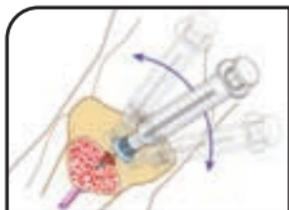

Figura 9
- 15. Rimuovere il catetere dal paziente.** Al termine della somministrazione dell'infusione intraossea, rimuovere il catetere dal paziente. Il catetere può essere rimosso tirandolo con delicatezza e ruotandolo in senso orario. A tal fine si può procedere manualmente o collegando una piccola siringa sterile. Ruotare delicatamente il catetere in senso orario tirandolo lentamente. **NON INCLINARE O CURVARE IL CATETERE DURANTE QUESTA PROCEDURA** (Figura 9).